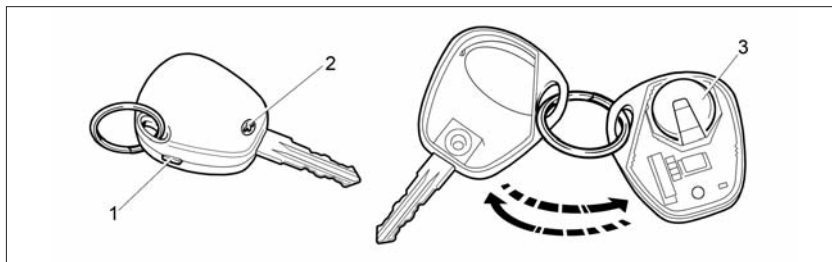

Рис. 55. Замена элемента питания пульта дистанционного управления
– выкрутите винт **2** (рис. 55) со стороны корпуса, противоположной кнопкам управления;